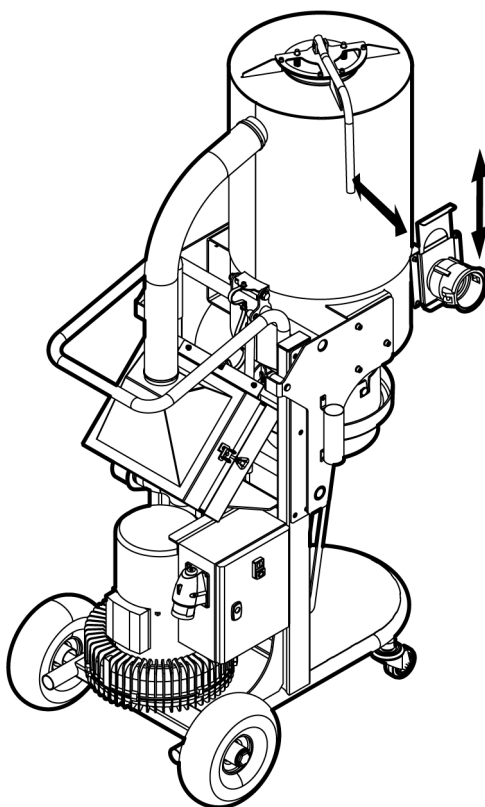

Figura 4-6. Limpieza de filtros
2. Presionar la empuñadura de válvula hacia dentro, hacia la parte superior del cilindro, para que la tapa de la válvula se abra durante 1 segundo aproximadamente. A continuación, soltar la empuñadura; ver *Figura 4-6, página 18*.